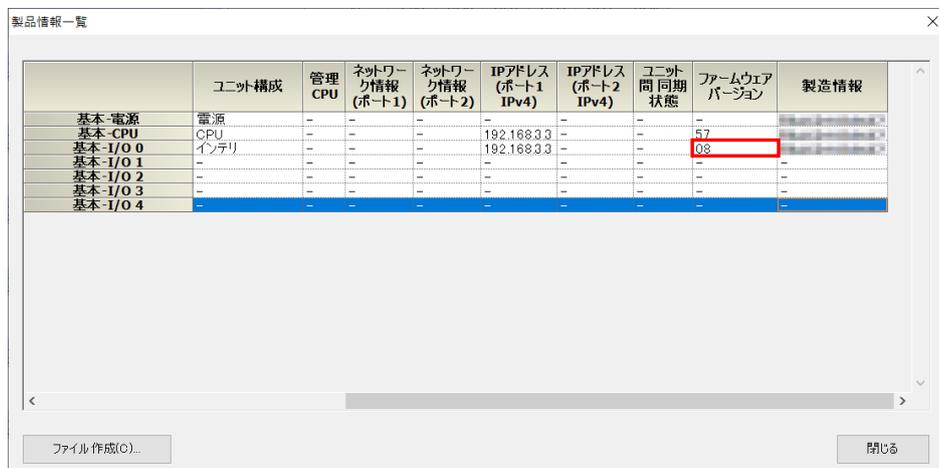

図 3 エンジニアリングツール 製品情報一覧 画面
- (1) エンジニアリングツール(GX Works3、CW Configurator)を実行し、シーケンサに接続します。
- (2) [診断] -> [システムモニタ] -> [製品情報一覧]ボタンを選択します。
- (3) [製品情報一覧]画面が表示されますので、ファームウェアバージョンを確認します(図 3 参照)。